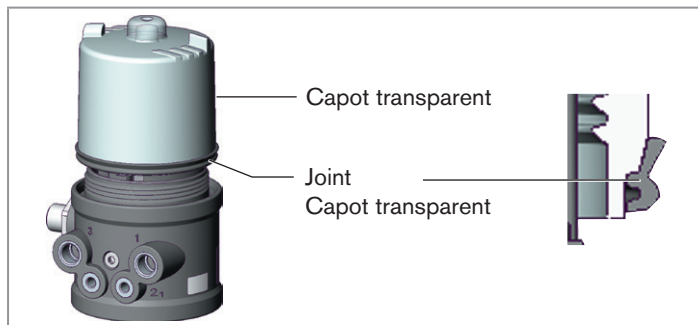

Fig. 18 : Position du joint (capot transparent)
- Contrôler la position correcte du joint dans le capot transparent. (voir « Fig. 18 : Position du joint (capot transparent) », page 79).